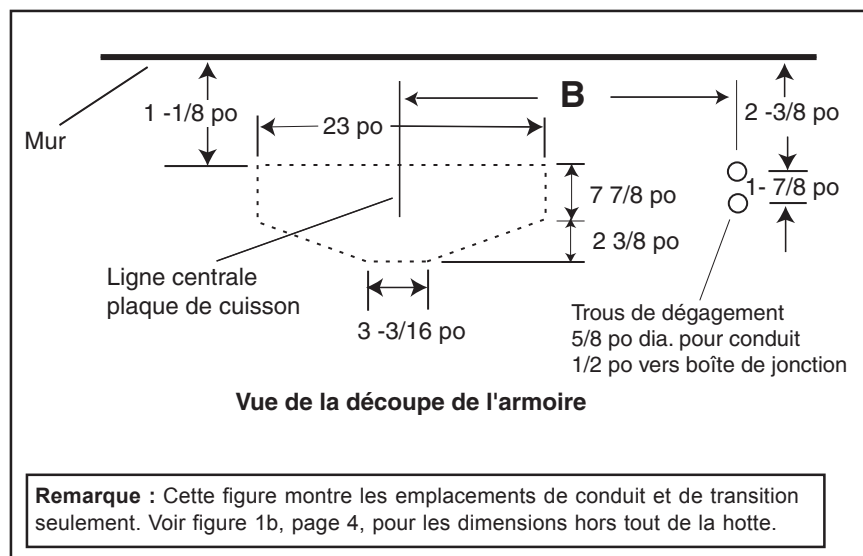

Figure 11 : emplacement du conduit et de la transition
2. Si la hotte est installée pour une décharge verticale, utiliser la figure 11 pour créer les trous de dégagement pour le passage de la transition et du conduit. La dimension B de la figure 11 dépend du modèle de la hotte à être installée et peut être située dans le tableau à droite. (Voir dimension B à la figure 11 et au tableau)